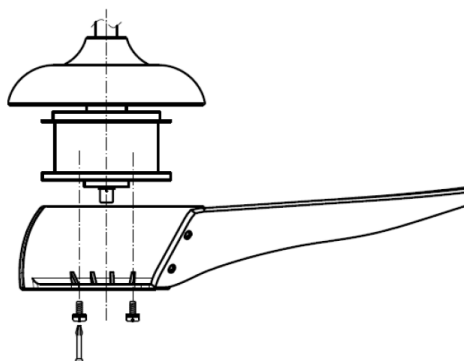

Fig. 8
- 모든 날개를 날개 홀더에 결합한 후, 모터 모듈에 각 날개 홀더를 모터 나사 2개를 이용하여 아래와 같이 결합해줍니다. Fig. 8